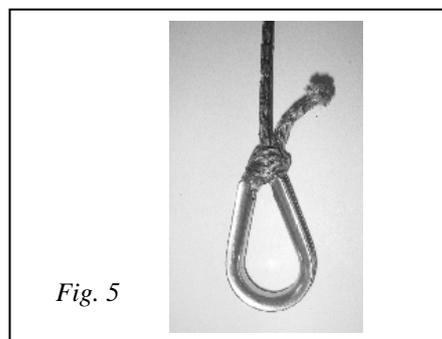

Fig. 5
8. Faire passer le cordage dans la poulie et fixer son extrémité à la latte de pataras avec un nœud coulant (Fig. 5/6).